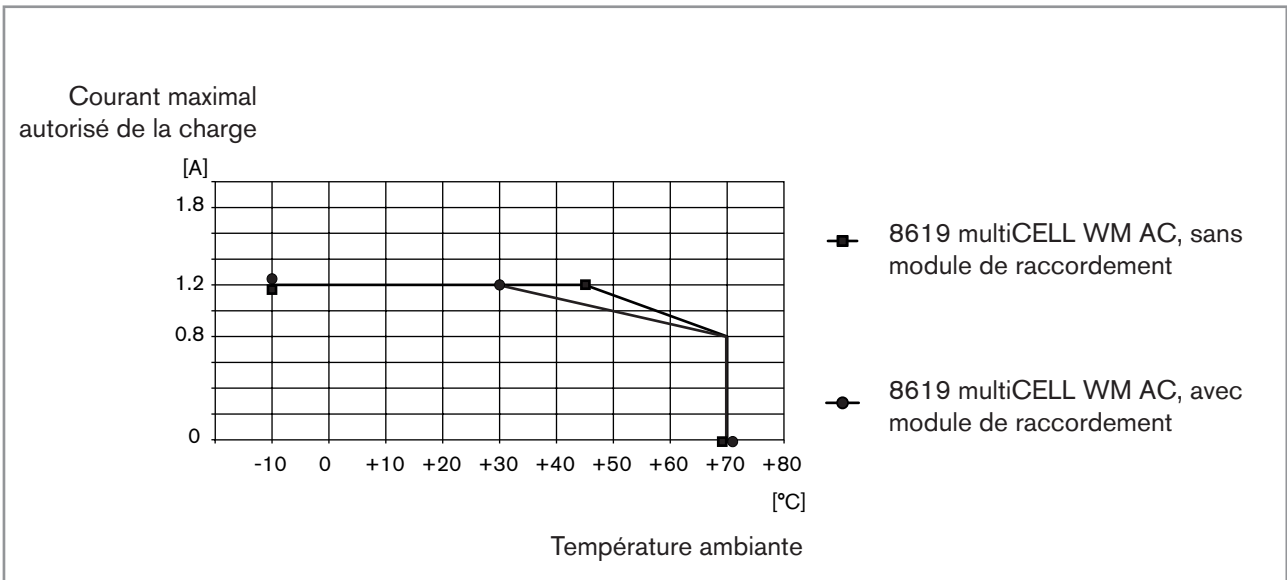

Fig. 7 : Courbes de dépréciation du courant maximal autorisé, en fonction de la température ambiante
Respecter la charge maximale autorisée en fonction de la température ambiante. Voir les courbes de dépréciation Fig. 7, chap. 3.9.
Respecter la charge maximale autorisée en fonction de la température ambiante. Voir les courbes de dépréciation Fig. 7.
- 24 V DC, filtrée et régulée, 1,2 A max. : voir les courbes, Fig. 7. Circuit TBTS, à niveau d'énergie non dangereux